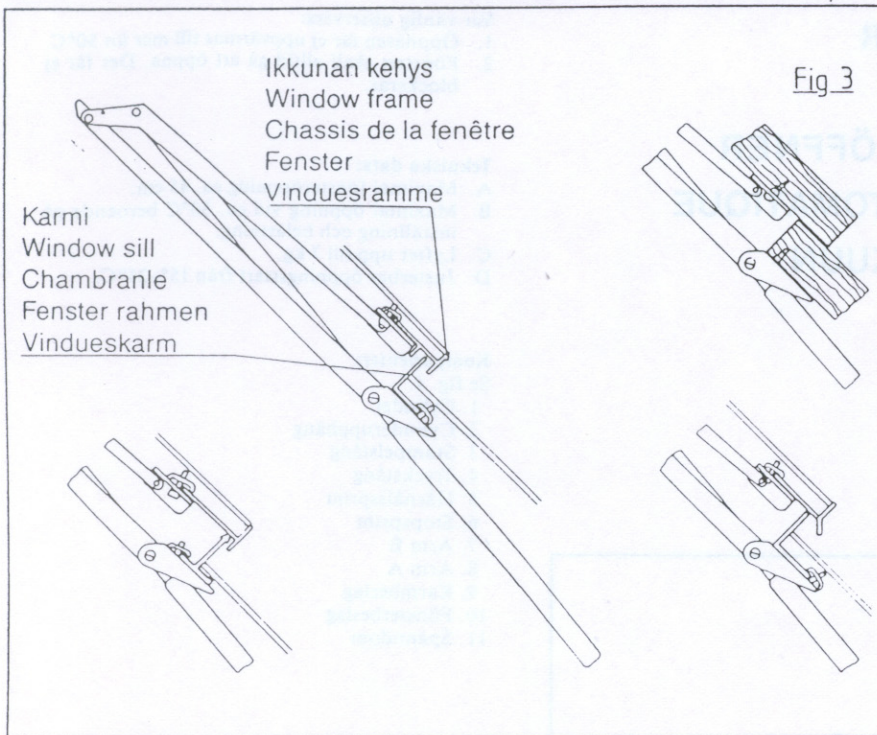

Fig. 3
3. Välj de hål som passar bäst och montera det andra spändonet löst på karmbeslaget (9). Översta kanten av karmbeslaget skall vara så nära fönsterkarmens kant som möjligt. Se exempeln på fig. 3.